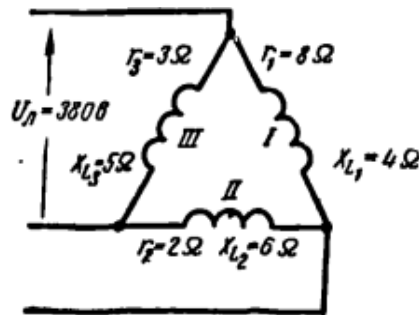

Рис. 14. Схема електричного ланцюга
4. Обмотки споживача трифазного струму з'єднані трикутником, включені під лінійну напругу 380 В, схема (рис. 14). Активний опір фази I $r_1 = 8 \text{ Ом}$, індуктивне одно 4 Ом. Активний опір фази II $r_2 = 2 \text{ Ом}$, індуктивне дорівнює